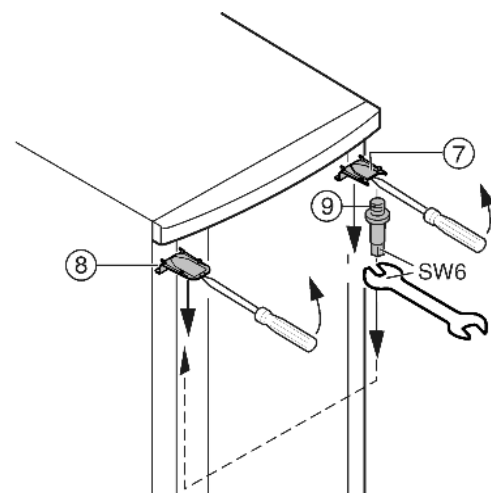

Fig. 6
- ▶ Faire déclipeter le cache Fig. 6 (7) en haut et le cache Fig. 6 (8) avec un tournevis devant et l'enlever diagonalement vers le bas.
- ▶ Dévisser le pivot d'appui Fig. 6 (9) et le visser du côté opposé (**avec 4 Nm**).
- ▶ Remonter le cache Fig. 6 (7) du côté du pivot d'appui : l'insérer par l'arrière et l'encliqueter sur l'avant.
- ▶ Monter le cache Fig. 6 (8) sur le côté opposé: l'insérer par l'arrière et l'encliqueter sur l'avant.
- ▶ Accrocher la porte dans le pivot d'appui Fig. 6 (9) supérieur.